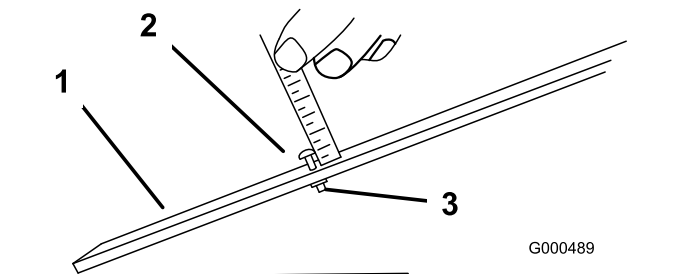

Bild 10
2. Lösen Sie die Mutter an der Messlehre und stellen Sie die Einstellschraube auf die gewünschte Schnitthöhe ein (Bild 10).